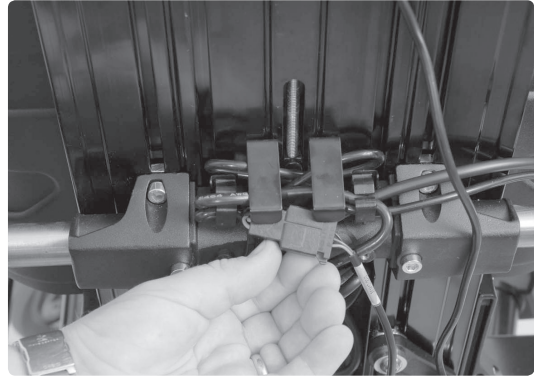

Bild 3. ICS panelens anslutningskontakt.
8. Anslut knapplådans kontakt, bild 3.